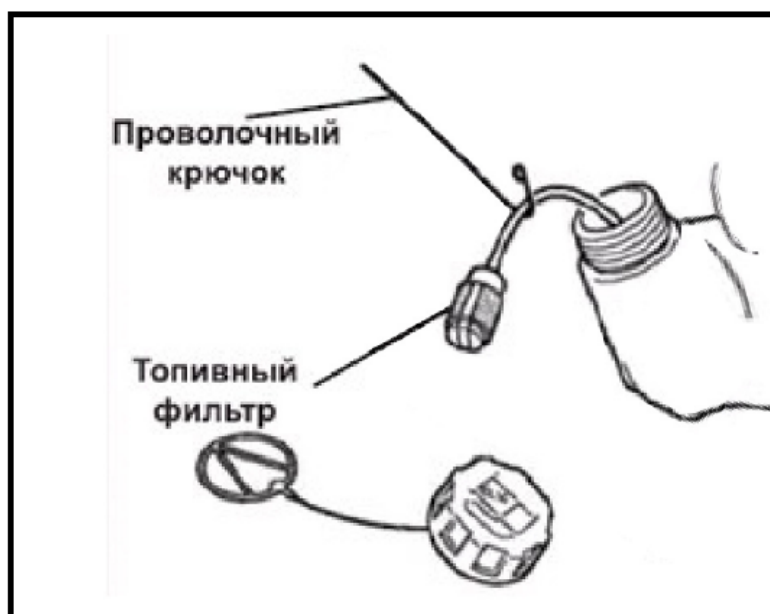

Рис.9 Обслуживание топливного фильтра
3. Зацепите крючком топливный шланг с фильтром и вытяните через заливную горловину (Рис. 9).